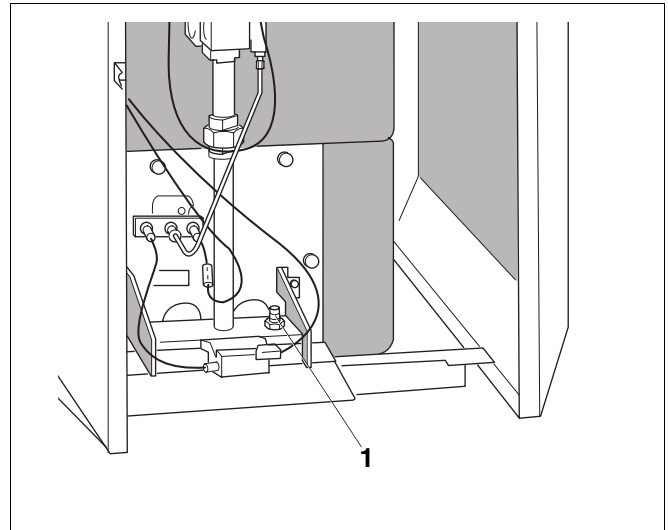

Abb. 54 Gasbrenner
- Verschlusschraube des Messnippels am Gasverteilerrohr zwei Umdrehungen lösen (Abb. 54, **Pos. 1**).